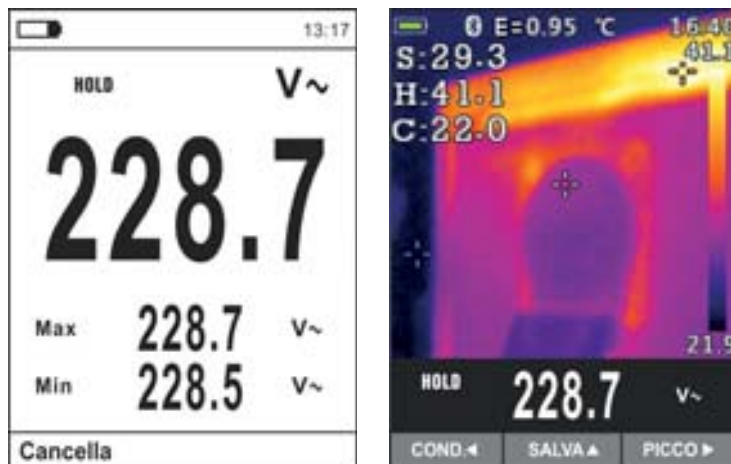

Fig. 19: Cancellazione e condivisione immagini richiamate
28. Premere il tasto **HOLD/REL** sull'immagine richiamata. La videata di Fig. 19 – parte sinistra è mostrata a display
30. Con immagine fissa a display usare il tasto freccia ◀ per selezionare l'opzione "Condividi" (disponibile solo per screenshots di immagini IR su ECLIPSE) (vedere Fig. 19 – parte destra) in modo da condividere l'immagine su dispositivo mobile tramite APP HTMercury e collegamento Bluetooth (vedere § 5.15)